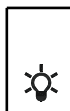

рис. 8
7.2 Включение воздухоочистителя производится при помощи переключателей (рис.8, 9).
Левый переключатель (рис.8) регулирует режим освещения «Вкл.», «Выкл.».